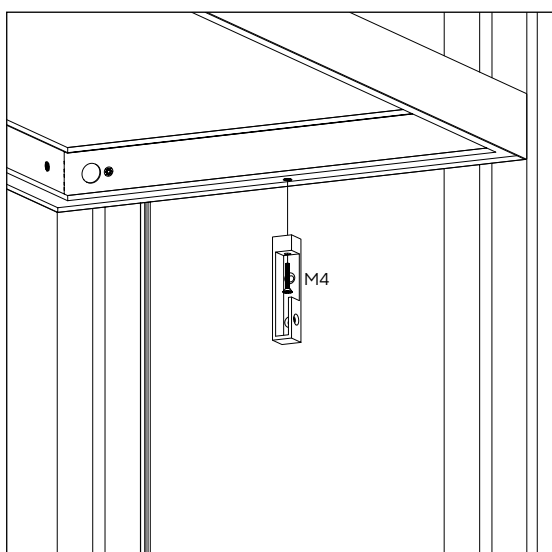
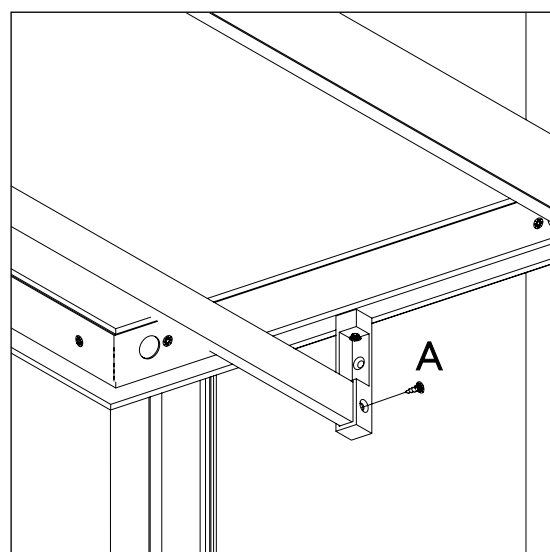

РИС. 20
РИС. 21
Закрепите держатели штанги в алюминиевую рамку полки при помощи болтов M4 Рис. 20. Установите штангу и закрепите её фиксирующими саморезами (A) 3x9 Рис. 21.